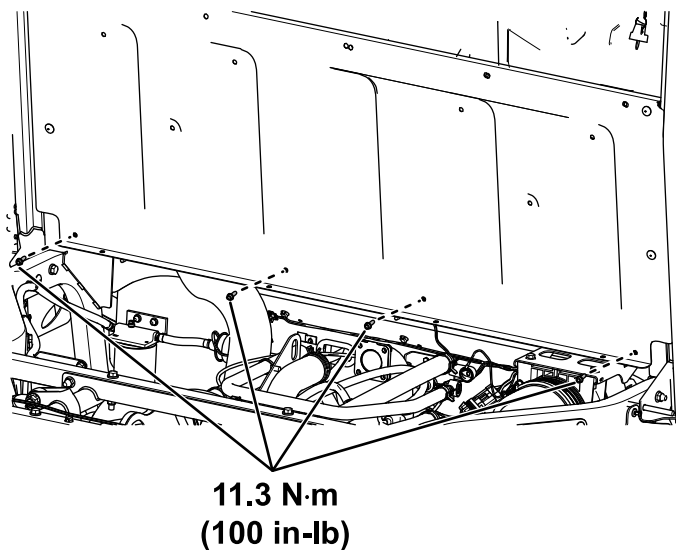

Figura 52
19. Sujete un panel del asiento al canal del travesaño del bastidor trasero con 4 pernos de cabeza hexagonal con arandela prensada (1/4" x 3/4"), como se muestra en la Figura 52.